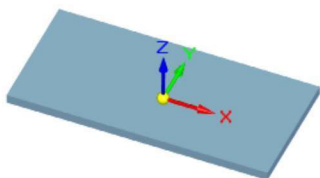
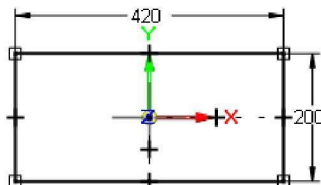

图 1.2 拉伸特征 1
图 1.3 截面草图
Step2. 创建图 1.2 所示的拉伸特征 1。在 **实体** 区域中单击  按钮，选取俯视图（XY）平面作为草图平面，绘制图 1.3 所示的截面草图，绘制完成后，单击  按钮；确认  与  按钮未被按下，在 **距离** 下拉列表中输入值 15，并按 Enter 键，拉伸方向为 Z 轴正方向，在图形区空白区域单击；单击“拉伸”命令条中的 **完成** 按钮，单击 **取消** 按钮，完成拉伸特征 1 的创建。